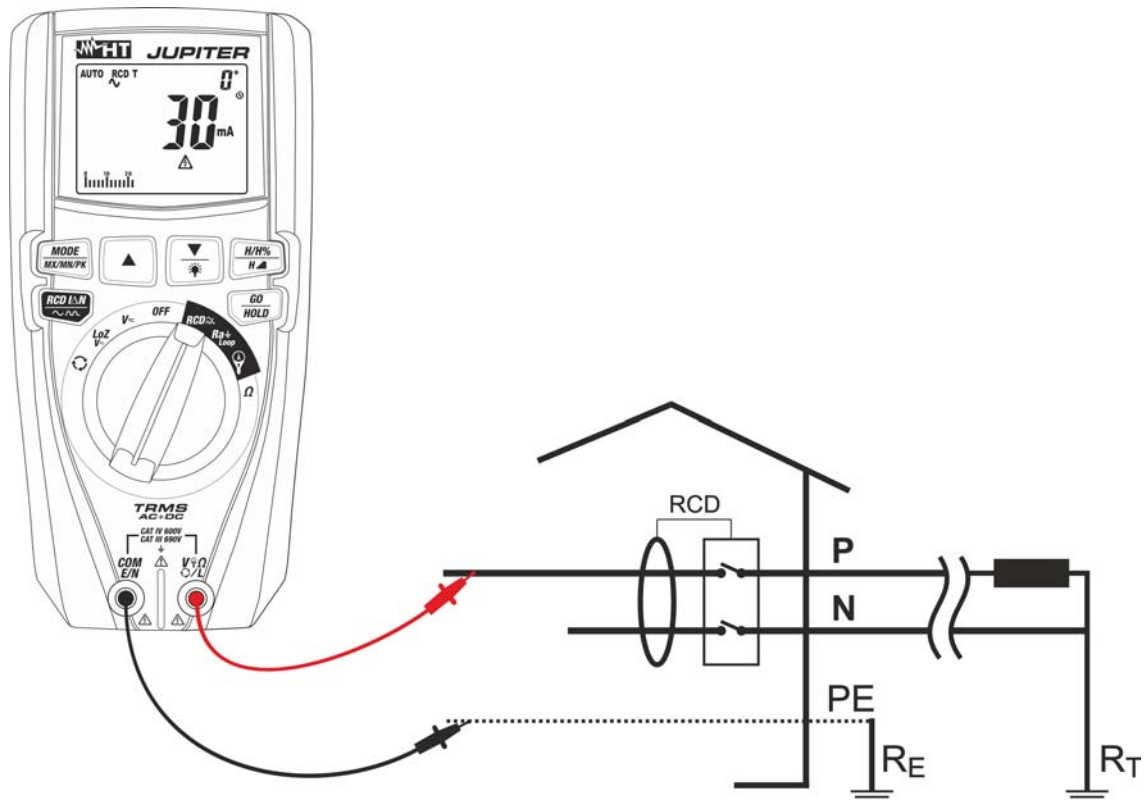
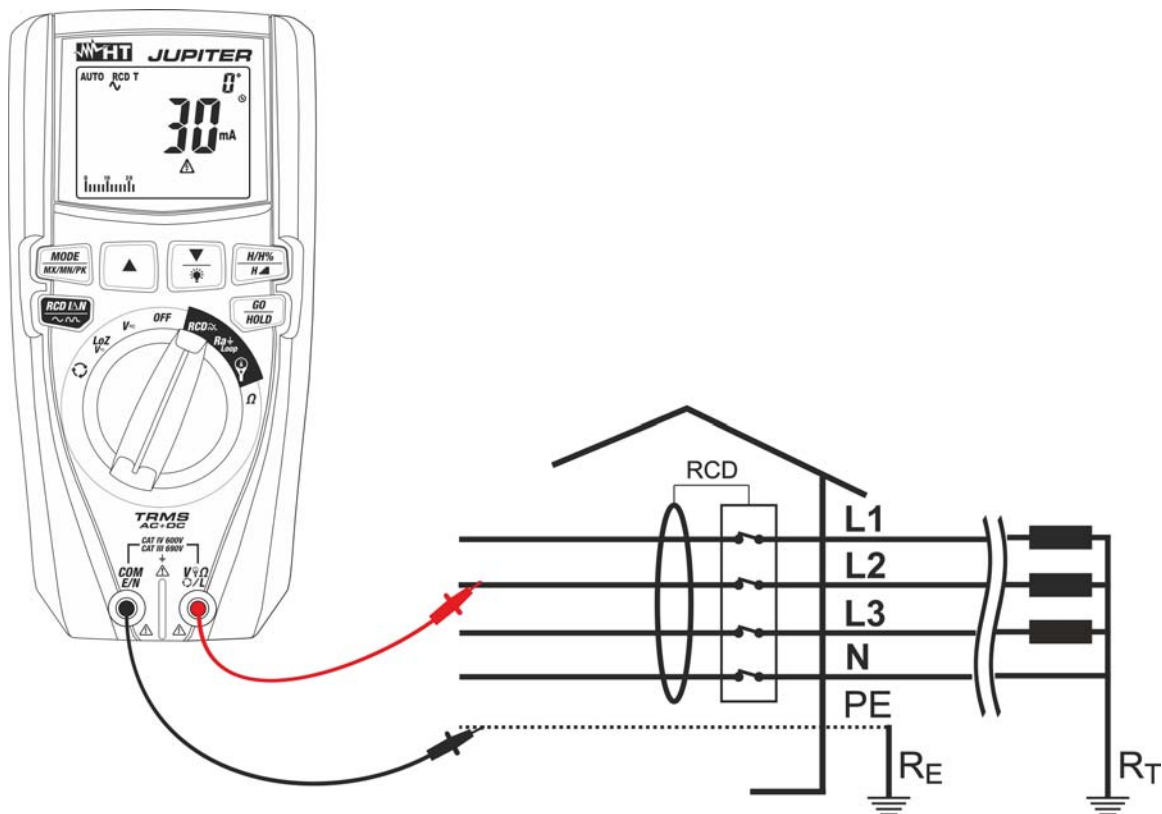

Fig. 30: Uso dello strumento per test RCD su sistema Monofase con puntali di misura
Fig. 31: Uso dello strumento per test RCD su sistema Trifase con puntali di misura
7. In caso di uso dei puntali di misura inserire il conduttore rosso nel terminale di ingresso **V Ω L** e il conduttore nero nel terminale di ingresso **COM/E/N** e collegare lo strumento all'impianto in esame (vedere Fig. 30 o Fig. 31). La presenza della tensione Fase-Terra è mostrata nella barra grafica